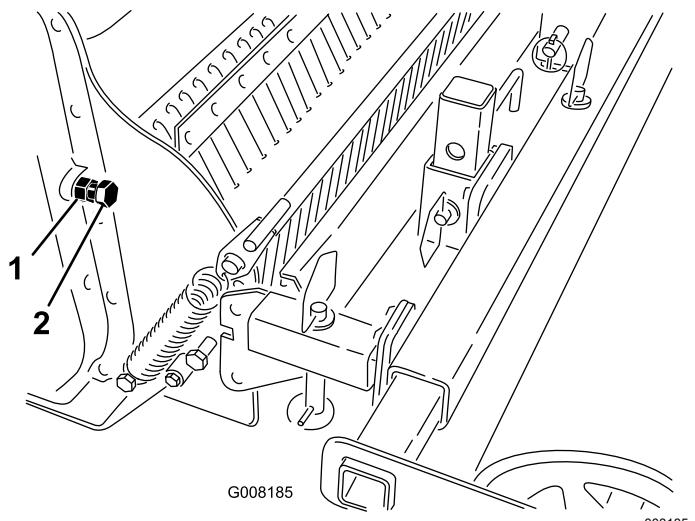

Bild 12
3. Lockern Sie die Klemmmutter an der Ketteneinstellschraube (Bild 12).
4. Drehen Sie die Schraube so weit mit der Hand ein, bis Sie Widerstand spüren (Bild 12).